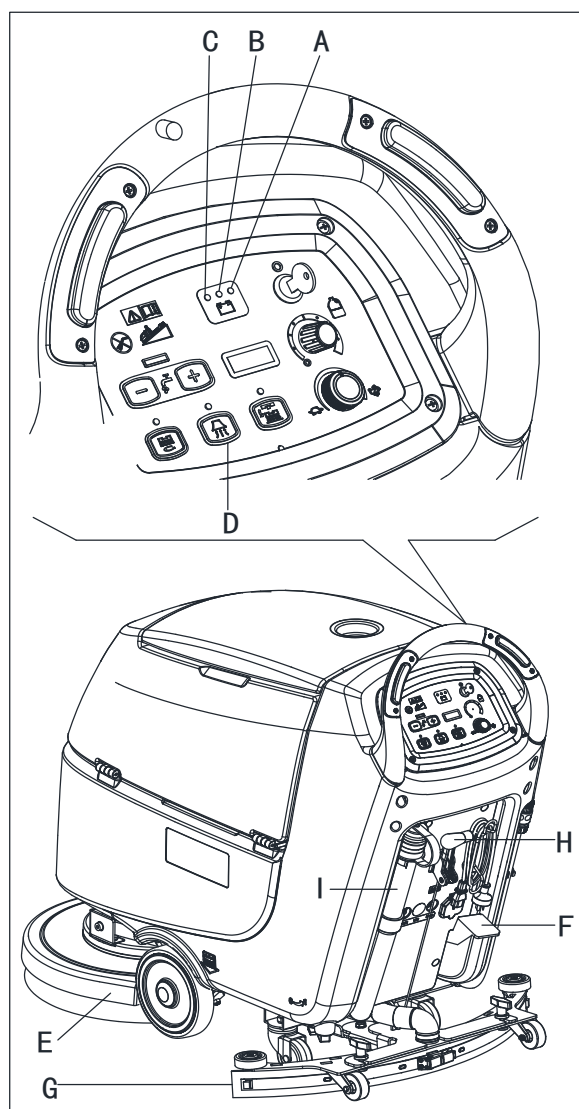
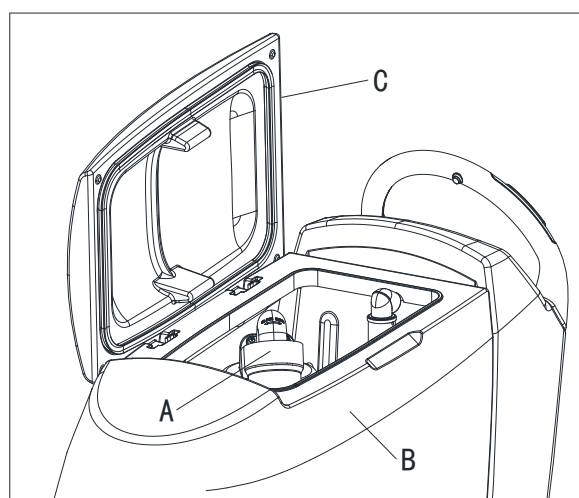

Figure 12
Figure 13
Jusqu'à ce que le témoin lumineux vert (A, Fig. 12) reste allumé, les batteries permettent à la machine de travailler normalement. Lorsque le témoin lumineux vert (A) s'éteint, et le témoin lumineux jaune (B) s'allume, il est conseillé de charger les batteries, parce que la charge restante ne durera que pendant quelques minutes (en fonction des caractéristiques de la batterie et du travail à effectuer). Lorsque le témoin lumineux rouge (C) s'allume, les batteries sont complètement déchargées. Après quelques secondes, la brosse/le support de disque est automatiquement éteint, tandis que le système d'aspiration et (uniquement pour les machine à traction) le système d'entraînement restent allumés, pour terminer le séchage du sol et conduire la machine à la zone de recharge.
Un système automatique de fermeture à flotteur (A, Figure. 13) bloque le système d'aspiration lorsque le réservoir d'eau de récupération (B) est plein. La désactivation du système d'aspiration est indiquée par une augmentation soudaine de la fréquence du bruit du moteur du système d'aspiration, le sol aussi ne s'est pas séché.
Si le système d'aspiration s'éteint accidentellement (par exemple, lorsque le flotteur est activé en raison d'un mouvement soudain de la machine), pour reprendre l'opération: désactiver le système d'aspiration en appuyant sur le commutateur (D, Fig. 12), puis retirer le couvercle (C, Fig. 13) et vérifier que le flotteur à l'intérieur de la grille (A) a baissé jusqu'au niveau de l'eau. Ensuite, remettre le couvercle (C) et mettre le système d'aspiration en appuyant sur le commutateur (D, Fig. 12).
Lorsque le réservoir d'eau de récupération (B, Fig. 13) est plein, le vider selon la procédure suivante.
2. Soulever la tête de brosse de la brosse/du support de disque (E, Fig. 12) en appuyant sur la pédale (F). (seulement pour machine à disque)
3. Soulever la raclette (G) avec le levier (H).
5. Vider le réservoir d'eau de récupération avec le tuyau (I). Ensuite, rincer le réservoir (B, Fig. 13) avec de l'eau propre.